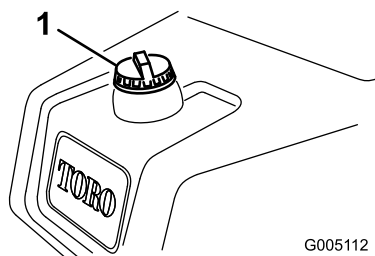

Bild 23
1. Reinigen Sie den Bereich um den Tankdeckel (Bild 23).